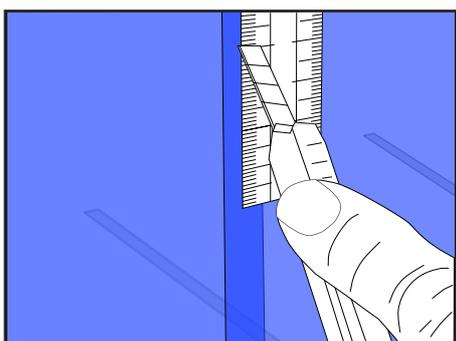

Abbildung 22
- › Verwenden Sie nun CUTVITRE mit einer neuen Klinge und schneiden Sie in einer fließenden Bewegung und mit gleichmäßigem Druck die beiden Folienschichten (Abb. 22) ohne dabei in den darunterliegenden Untergrund einzuritzen.